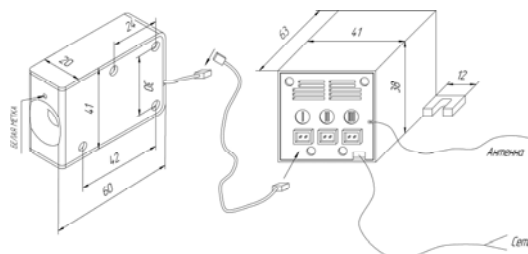

Рис. 1 Присоединительная схема замка
- Блок управления позволяет подключить до 2-х замков одновременно (разъёмы I и II; рис. 1);
**ВНИМАНИЕ:** замок устанавливать горизонтально, положение белой метки – вверху! (см. рис. 1)